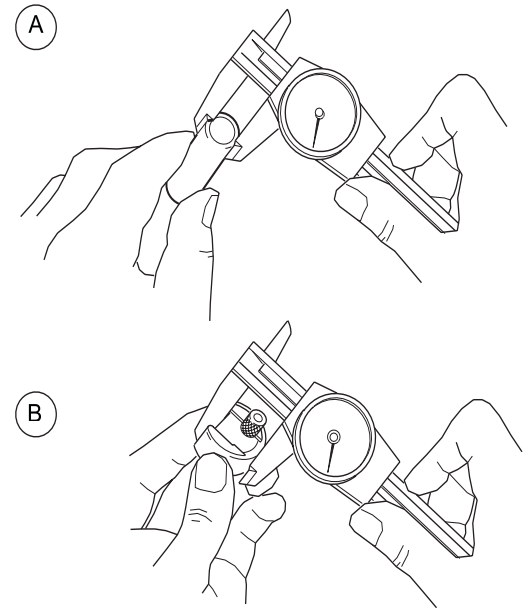

Abbildung 8 Einstellung der Lichtbogenlehre
1. Die äußeren Durchmesser der zu schweißenden Werkstücke mit einem Messschieber oder Mikrometer abmessen. Siehe Abbildung 8(A). Die Stromversorgung M200 berechnet die Einstellung der Lichtbogenlehre, wenn die Funktion „Automatische Erstellung“ verwendet wird.
1. Drücken Sie ohne befestigten Spannblock auf ELECTRODE CHANGE (ELEKTRODENWECHSEL) auf dem Bedienfeld. Die Elektrode fährt in die Abbildung 8 angezeigte Position.